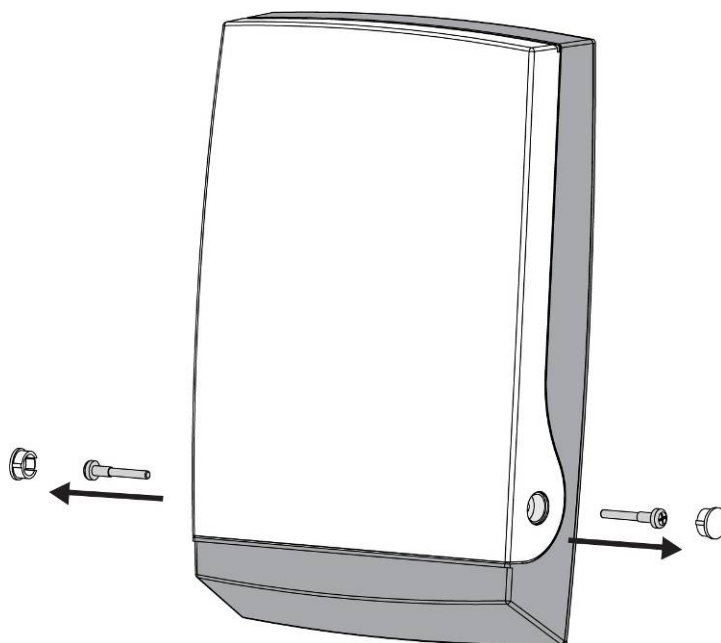

Рисунок 7: Беспроводная сирена
- Для замены батареи в сирене открутите винты - см. рис. 7 на стр.12.